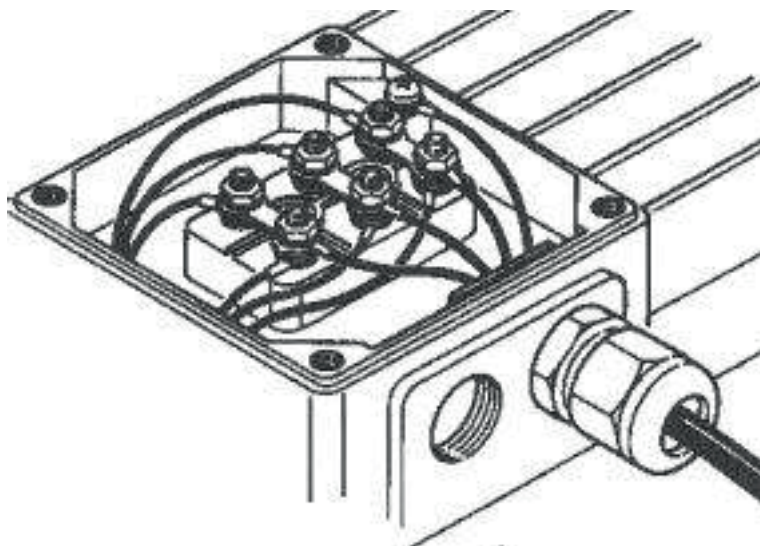

Рис. 3
- В случае оборудования с трехфазными двигателями переключки между обмотками двигателя должны быть расположены соответствующим образом (см. Рис. 3–4, стр. 9).